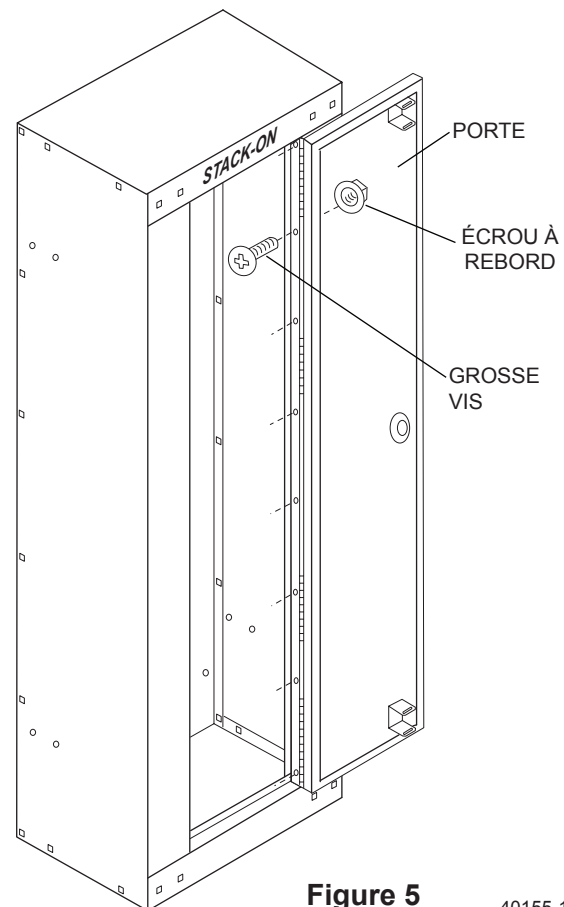

Figure 5
Alignez les trous des charnières de porte avec les trous dans l'armoire. Assemblez à l'aide de (8) grosses vis et écrous à rebord. (Voir la figure 5.)